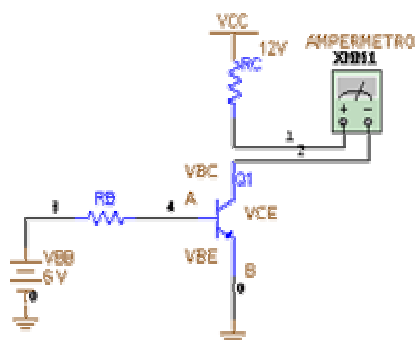

Figura 4
- a) Construya el circuito de la figura 4.